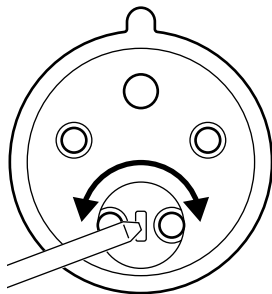

Fig. 15
3. Kontrollera rotationsriktning på fläktmotorn. Fläktmotorns rotationsriktning kontrolleras genom att starta fläkten, därefter stanna fläkten. När varvtalet avtar syns vilket håll motorn roterar genom skyddskåpan för flätkylning (där dekalen sitter, enligt **Fig. 1**, pos 6). Om rotationsriktningen är felaktig, fasvänd i stickproppen med platt mejsel enligt **Fig. 15**.